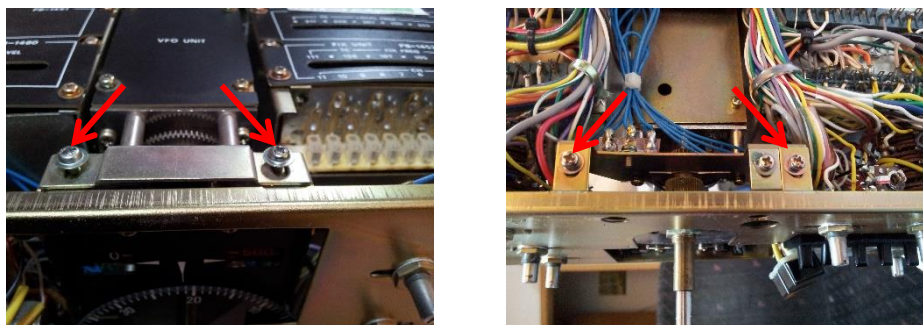

Abbildung 8
- Lösen Sie die 4 Schrauben (je zwei oben und unten) mit denen der VFO am Frontchassis befestigt ist. (siehe Abbildung 8).